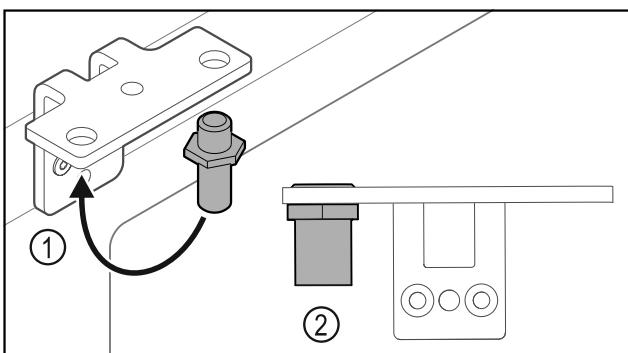

Fig. 33
► Premiestnite čap Fig. 33 (1) v uholníku závesu.
► Utiahnite čap Fig. 33 (2) **utáhovacím momentom 12 Nm**.